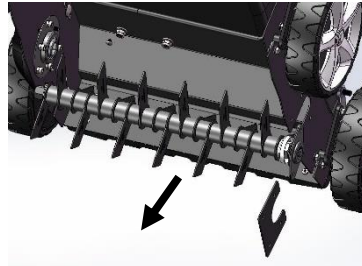

Fig.11B
1. Rimuovere le quattro viti. (Fig.11B)